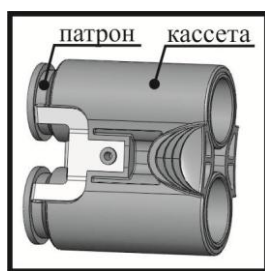

Рисунок 2 – Установка патронов в кассету
6.2.2 Удерживая левой рукой кассету, установите выбранные виды патронов (см. рисунок 2) со стороны фиксатора патронов, до вхождения лепестка фиксатора в канавку патрона.